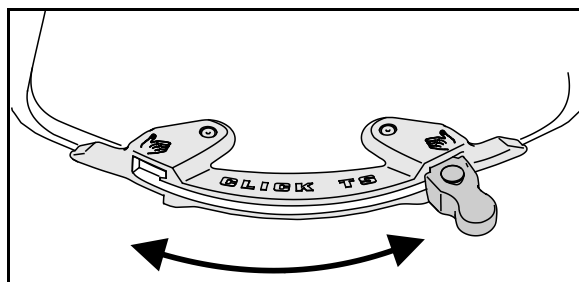

図 59
2. Düngeverordnung (肥料に関する指令) に基づく溝散布 (図 59) :